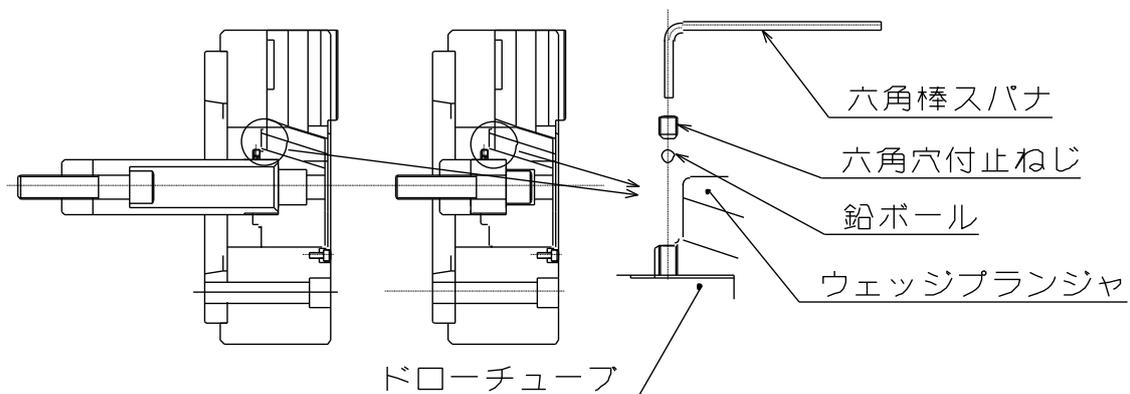

図 29
- チャックのドローチューブは、荷造りの都合で別にしてあります。プランジャにねじ込む際は、スパナを使ってしっかり締付け、付属の鉛ボールと六角穴付止めねじで図の様に緩み止めをして下さい。(図 29 参照)